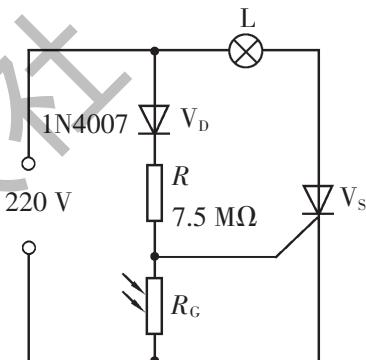

图 3-4-1
由晶闸管 V_S 与电灯 L 构成主回路，控制回路由 R 与 R_G 组成的分压器及二极管 V_D 构成，如图 3-4-1 所示。
- 根据图 3-4-1 进行布线、焊接，并检查焊接是否正确。